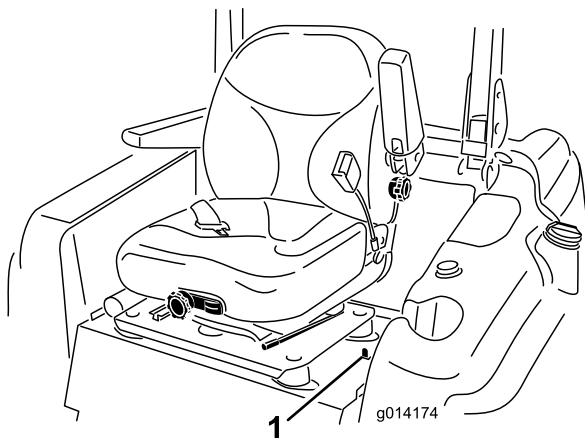

Figura 23
1. Spostate indietro il chiavistello del sedile, posto a sinistra di quest'ultimo, per sbloccare il sedile e tirate in avanti la parte superiore del sedile (Figura 23).